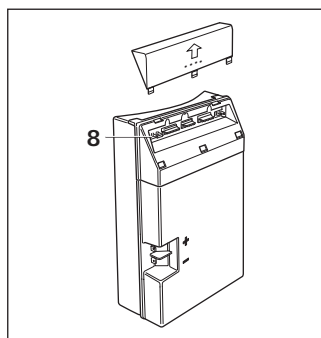

Bild 2
#### – Bild 2: Trumatic C 6002 EH:
#### – Fig. 2: Trumatic C 6002 EH:
– **Figure 2 : Trumatic C 6002 EH :**